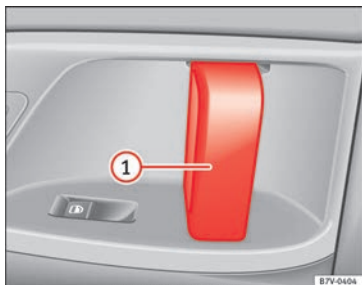

Fig. 133 En la puerta corrediza: manecilla de la puerta ①.
Abrir la puerta corrediza desde el interior.	Con la puerta corrediza desbloqueada, abra la puerta por completo tirando de la manecilla interior de la misma » fig. 133 ① .